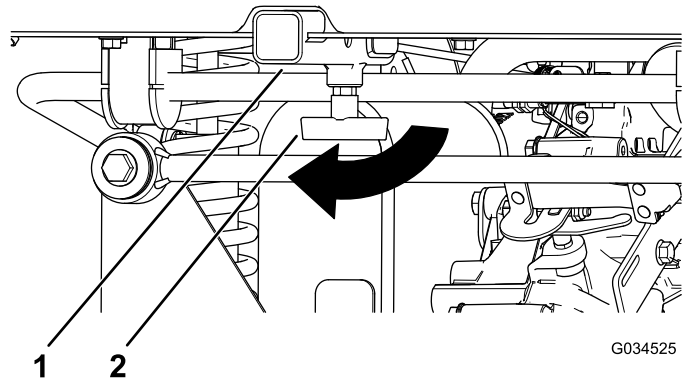

Figure 19
1. Desserrez la poignée en « T » en la tournant dans le sens horaire (Figure 19).
2. Insérez l'accessoire dans le récepteur jusqu'à ce que les trous soient alignés (Figure 19).